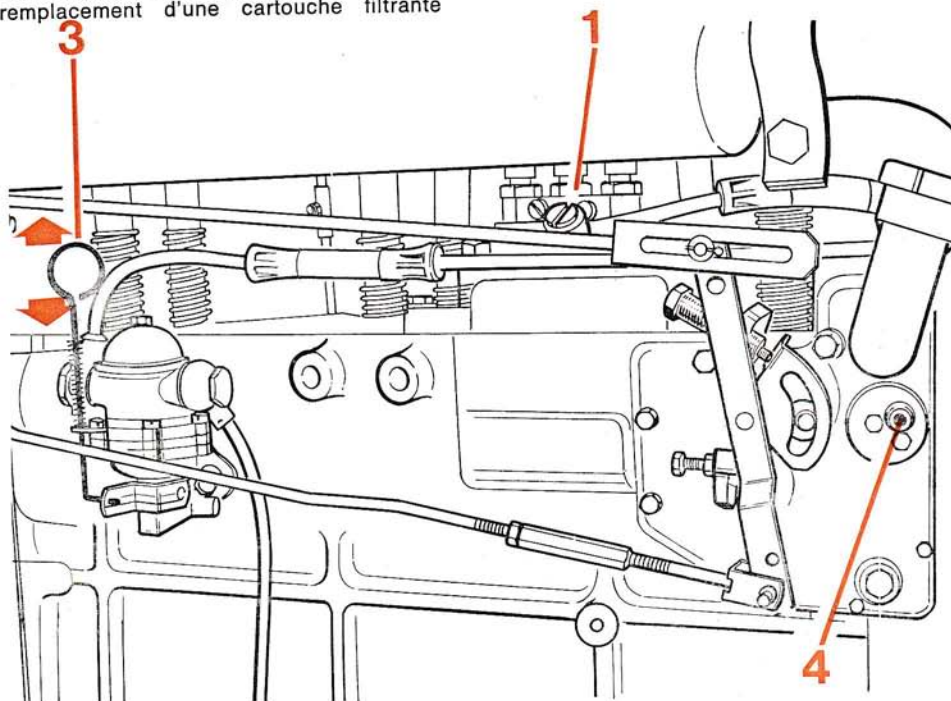

Fig. 24
Après avoir effectué les trois premières opérations décrites dans le chapitre précédant, tirer le bouton de surcharge (4) placé sur le côté de la pompe d'injection (fig. 24).